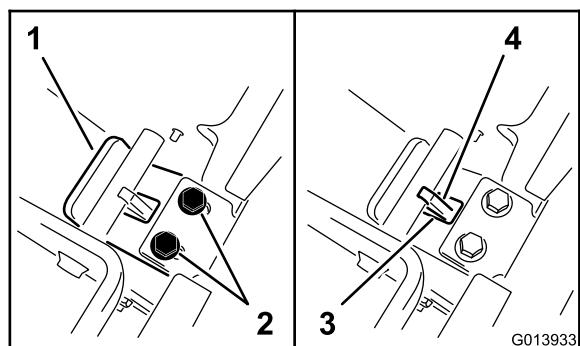

Figura 21
5. Manteniendo la presión sobre la chapa trasera, deslice la lengüeta hacia usted, hasta que el borde de la chapa de la lengüeta entre en contacto con el travesaño (Figura 21).